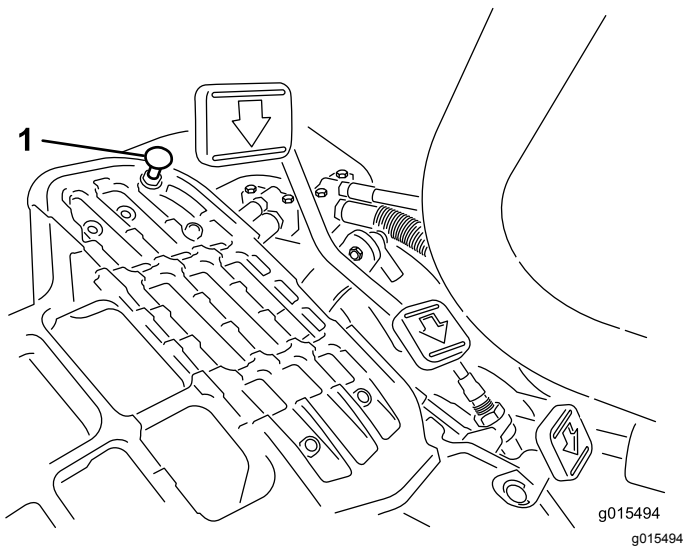

图35
要获得最大行驶速度请将功能控制杆放在行驶位置并踩下驱动踏板。如果在拉线感到张紧力之前踏板接触到限位器图35请执行以下调节程序
1. 将功能控制杆放在行驶位置松开将踏板限位器固定至底板上的锁紧螺母图35。